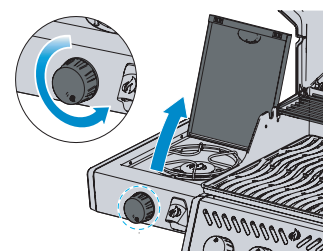

Рис. 2
5. Если горелка не зажигается, поверните ручку горелки в положение «Выключено» по часовой стрелке и подождите 5 минут. Повторите шаг 3 и шаг 4. (Рис. 2)